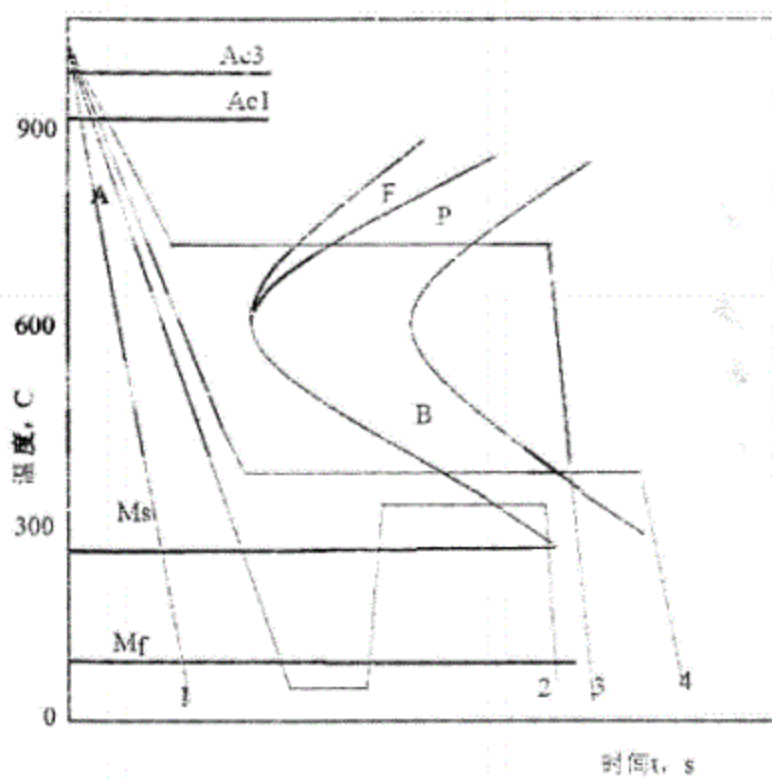

图3 某中碳合金钢的CCT曲线
3. 请根据下列 CCT 曲线 (图 3) 回答问题: (15 分)